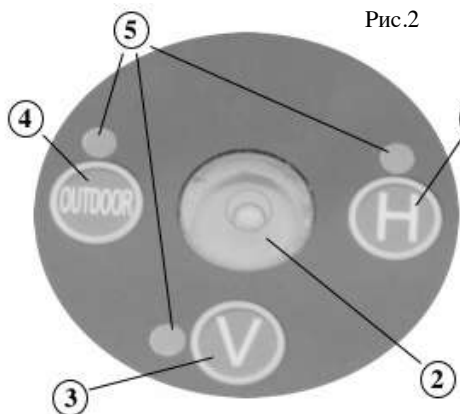

Рис.2
- загорится индикатор включения устройства под пузырьковым уровнем (см. п.2, рис.2)
- на панели управления загорится индикатор рядом с кнопкой **H** (см. п.5 и п.1, рис.2).
- все индикаторы режимов (см. п.5, рис.2) и индикатор включения устройства под пузырьковым уровнем (см. п.2, рис.2) погаснут
Для управления режимами работы горизонтальных лазерных модулей используется кнопка **H** (см. п.1, рис.2) на панели управления устройством (см. п.1, рис.1). Последовательные нажатия этой кнопки приводят к переключению на очередной режим.
- включен один горизонтальный лазерный модуль (при включении устройства), на панели управления горит индикатор рядом с кнопкой **H** (см. п.5 и п.1, рис.2)
- включены все горизонтальные лазерные модули, на панели управления горит индикатор рядом с кнопкой **H** (см. п.5 и п.1, рис.2)
- выключены все горизонтальные лазерные модули, на панели управления не горит индикатор рядом с кнопкой **H** (см. п.5 и п.1, рис.2).
Для управления режимами работы вертикальных лазерных модулей и модулем точки отвеса используется кнопка **V** (см. п.3, рис.2) на панели управления устройством (см. п.1, рис.1). Последовательные нажатия этой кнопки приводят к переключению на очередной режим.
- выключены все вертикальные лазерные модули и модуль точки отвеса (при включении устройства), на панели управления не горит индикатор рядом с кнопкой **V** (см. п.5 и п.3, рис.2)
- включены 2 противоположных вертикальных лазерных модуля и модуль точки отвеса, на панели управления горит индикатор рядом с кнопкой **V** (см. п.5 и п.3, рис.2)
- включены все вертикальные лазерные модули и модуль точки отвеса, на панели управления горит индикатор рядом с кнопкой **V** (см. п.5 и п.3, рис.2).
Для управления режимами работы устройства в помещении или на улице используется кнопка **OUTDOOR** (см. п.4, рис.2) на панели управления устройством (см. п.1, рис.1). Последовательные нажатия этой кнопки приводят к переключению между режимами.
- в помещении (при включении устройства), на панели управления не горит индикатор рядом с кнопкой **OUTDOOR** (см. п.5 и п.4, рис.2)
- на улице, на панели управления горит индикатор рядом с кнопкой **OUTDOOR** (см. п.5 и п.4, рис.2).